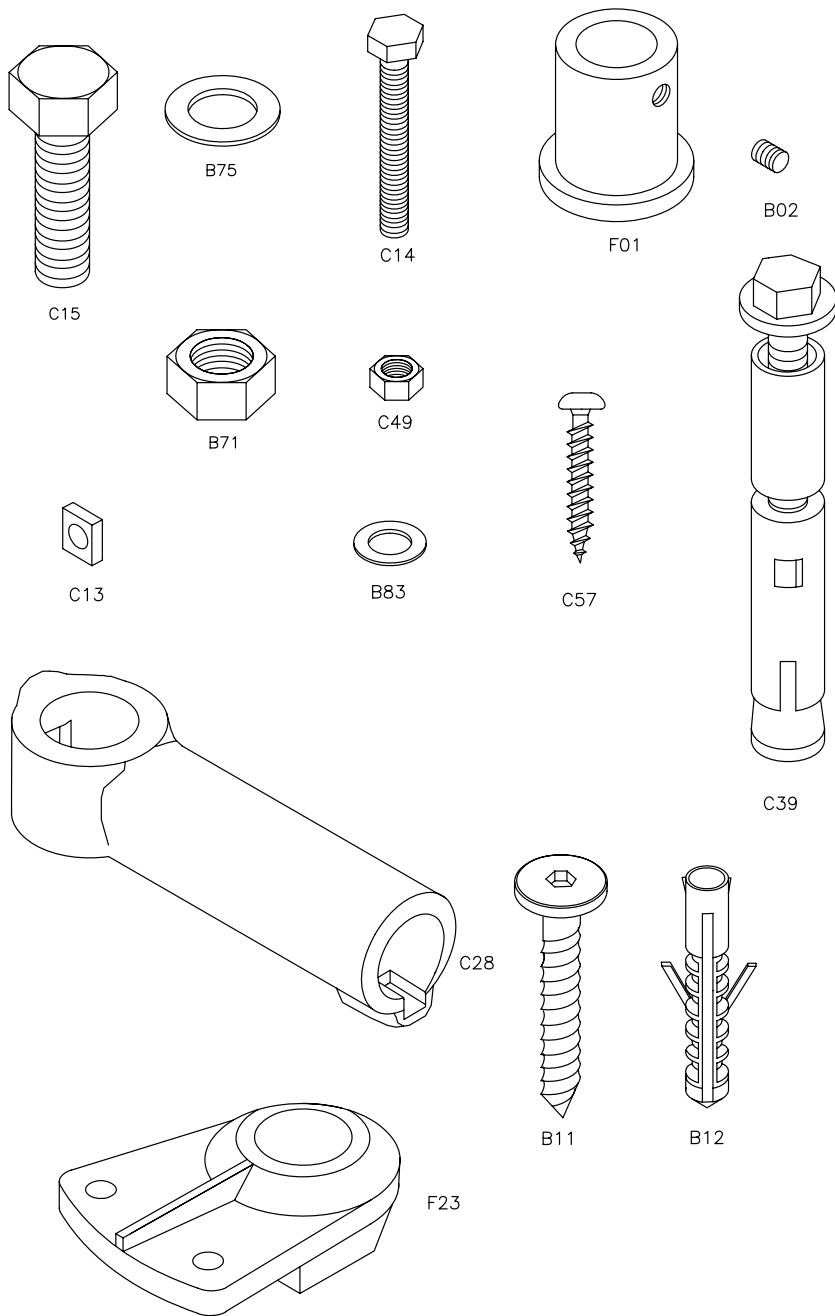

FIG. 1
18. Смещая при необходимости опору N16 (рис. 1), откорректировать вертикальное положение лестницы.
19. Демонтировать первую ступень (L40) и просверлить отверстия в полу сверлом Ш14 (рис.1) в соответствии с отверстиями в опоре N16 (рис. 1).
20. Вставить и плотнo натянуть (рис. 1) детали C39.